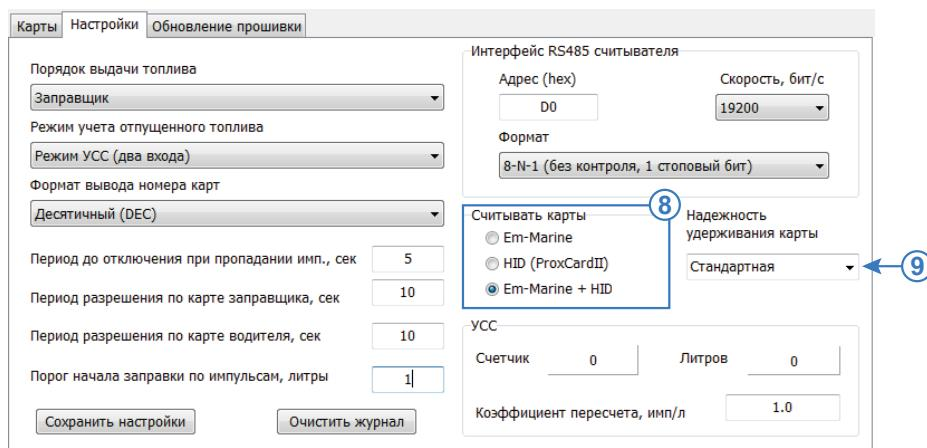

Рис.14. Выбор типа считываемых карт.
Для выбора типа карт, с которыми будет работать ТРК «AGFC» необходимо перейти на вкладку «Настройки» в раздел настроек «Считывать карты» (Рис.14, п.8) и выбрать нужный тип:
9. Надежность удерживания карты (Рис.14, п.9) – позволяет игнорировать кратковременные отключения подключенных карт с типом «Карта» (а не «Брелок»). Всего предусмотрено три уровня надежности: